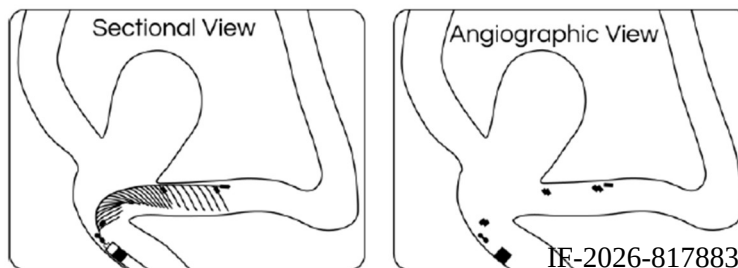

Figura 8
23. Despliegue el resto del implante en la arteria principal y/o troncal del sitio de bifurcación, estabilizando el alambre guía y retrayendo el microcatéter de liberación. Véase la figura 8.